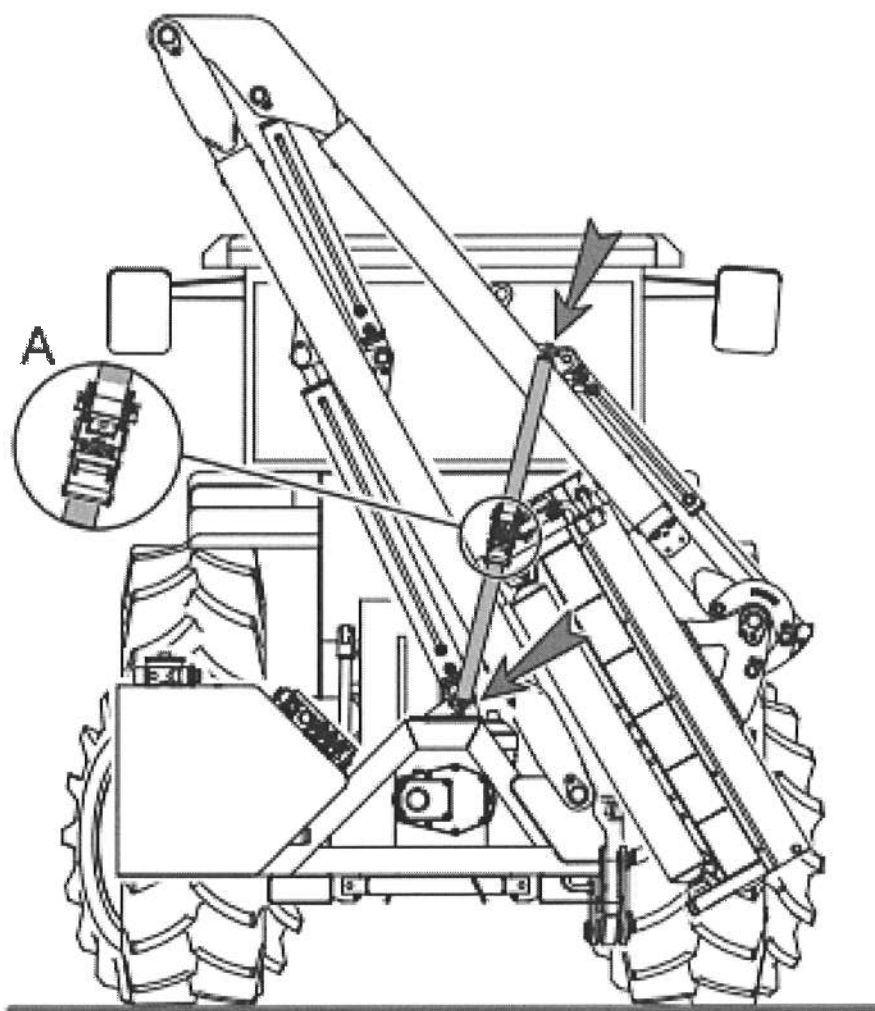

図14
- ・ ブームとカッターヘッドは、移動中に動かないようにベルトでしっかりと固定してください。(図14)